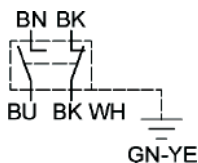

Fig. 15. Esquema de conexiones eléctricas del interruptor de fin de carrera.
1. Extraiga el elemento protector (1) del interruptor de fin de carrera.
2. Retire el elemento protector (2) de la clavija de conexión.
3. Coloque la clavija de conexión (3) en el interruptor de fin de carrera.
4. Gire el tornillo (4) 90° hacia la derecha.
5. Conecte los extremos de los cables (5) según el esquema mostrado (véase Fig. 15).